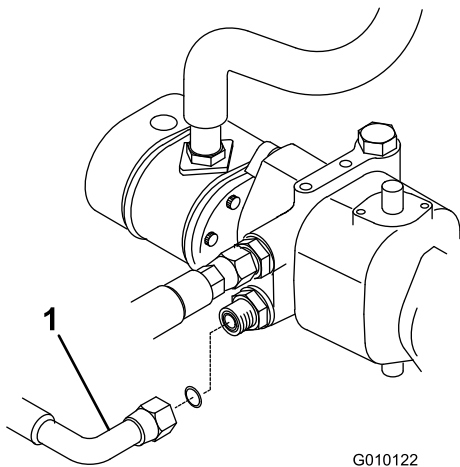
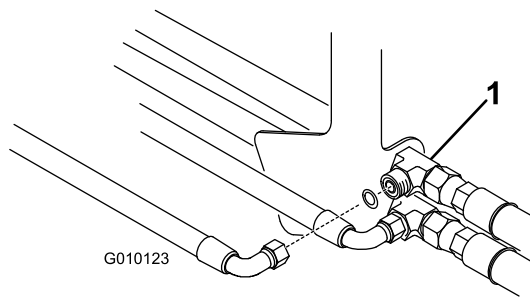

Figure 6
Figure 7
5. Débranchez le flexible d'hydrostat inférieur de l'hydrostat (Figure 6) et du raccord en T supérieur de cloison au niveau des moteurs de roues avant (Figure 7).